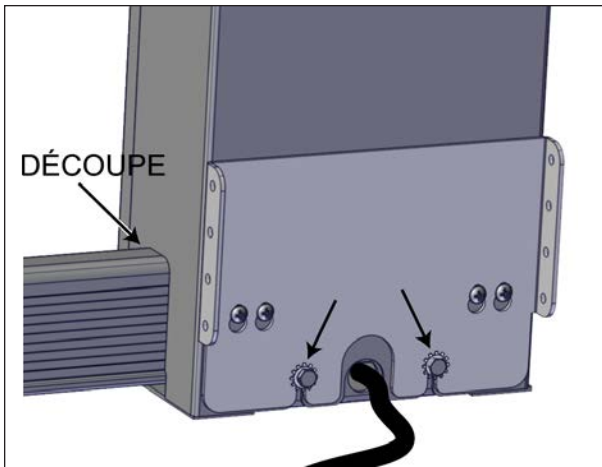

FIGURE 77: INSTALLATION DES MANCHONS
Lorsque vous glissez les manchons par-dessus les vérins, s'assurer que la découpe au bas du manchon se retrouve sur le profilé en U qui recouvre l'arbre d'entraînement. **Il existe donc des modèles de manchons droit et gauche** voir Figure 77.
20. Serrer les vis hexagonales 1/4 po situées à la base de tous manchons avec une clé à rochet et une douille de 11 mm (7/16 po). S'assurer que la rondelle plate à double denture se positionne à l'extérieur du manchon externe. Cela permettra de tenir le manchon bien en place, voir Figure 77.